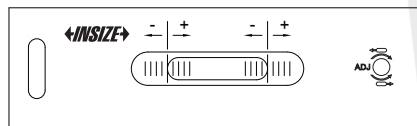

Abb.1
a) Schiebe (nicht setzen) die Ebene auf eine saubere, ebene und glatte Oberfläche. Die '-' Seite ist links und die '+' Seite ist rechts (Abb. 1).